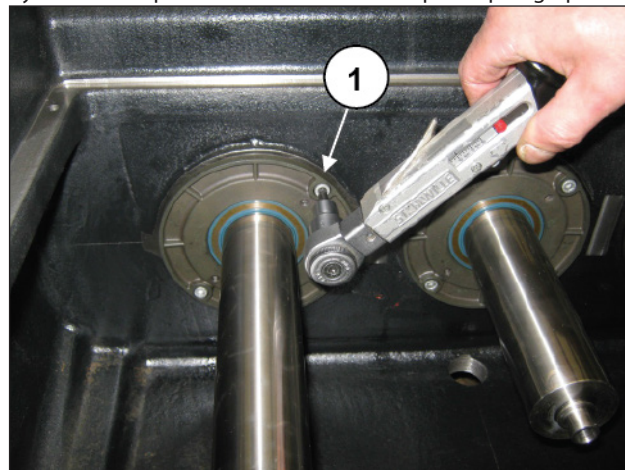

Fig. 140
Serrez les deux vis M6 (rep. ①, Fig. 140) avec une clé dynamométrique étalonnée comme indiqué au paragraphe 3.